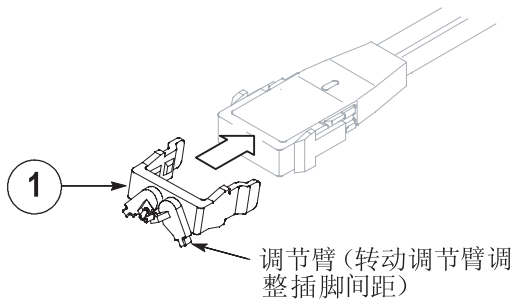

图 14: 可变间距 Tip-Clip 组件
1. 将可变间距 Tip-Clip 组件连接到探头端部（请参阅第 20 页上的图 14）。虽然 Tip-Clip 对机械连接极性不敏感，但连接到可变间距 Tip-Clip 的探头输入端触点的极性将影响探头测量极性。